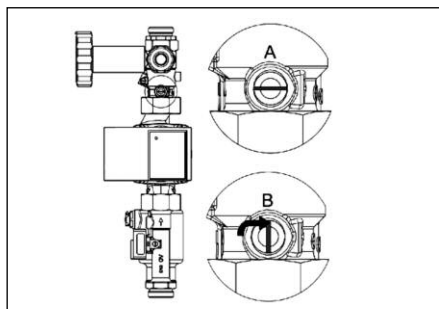

Fig. 6.12 Clapet (robinet à tournant sphérique sur le retour)
5. Ouvrir le clapet ATS de la station solaire (sur le retour de la station solaire au-dessus du circulateur) en mettant la vis de réglage en position verticale (position B sur la fig. 6.12). Maintenant le clapet ATS est désactivé.